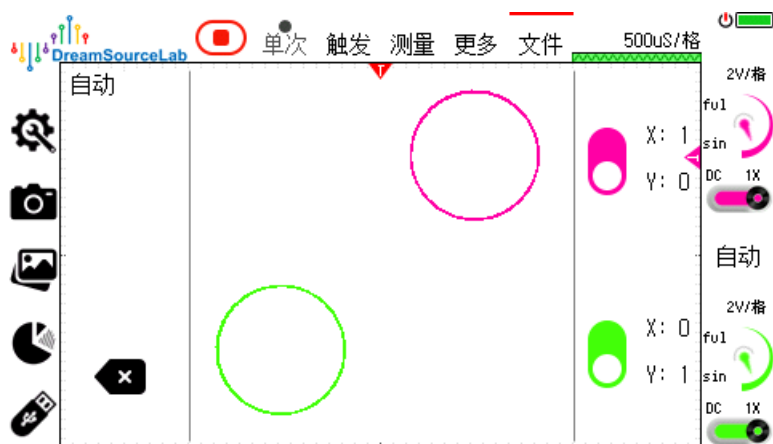

图 3-8 两信号相位差 $\pi/2$
- ①设置通道 0 和通道 1 的衰减比率和探头的衰减比率为 1X
- ②将通道 0 的探头连接到电路网络的输入端，通道 1 接入到电路网络的输出端
- ③按下“自动”按钮，并调整垂直灵敏度使两路信号幅值大致相等
- ④选择“更多”菜单栏下的“X-Y”模式，显示结果如图 3-8 所示